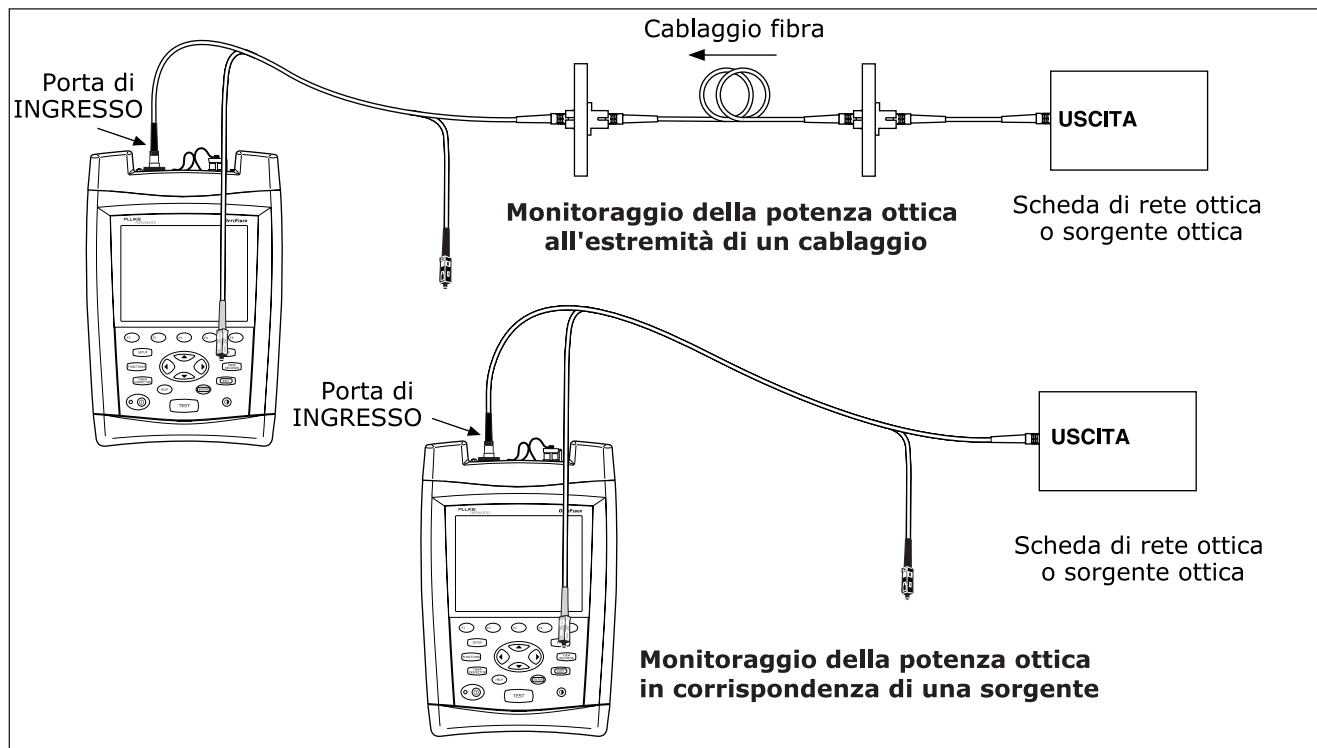

Figura 36. Connessioni per il monitoraggio della potenza ottica
- 3 Usare il cavo di riferimento per collegare la sorgente alla porta di **INGRESSO** del tester, come mostrato in figura 36.